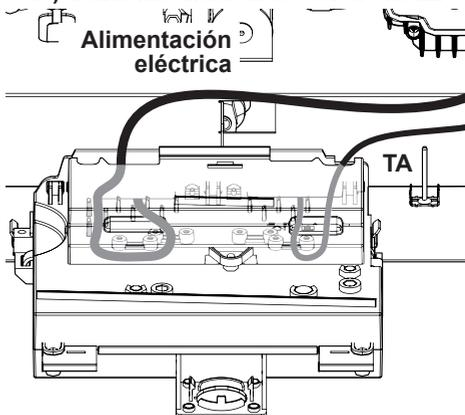

Figura 5.19
- Conecte el cable de alimentación eléctrica al interruptor omnipolar respetando la correspondencia de la línea (hilo marrón) y del neutro (hilo azul claro) Figura 5.19.